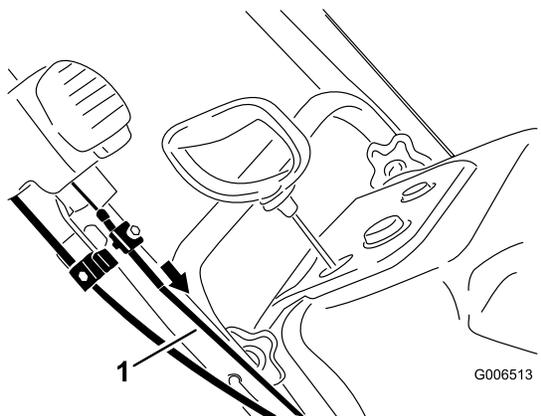

Рисунок 35
5. Потяните вперед оболочку верхнего троса так, чтобы устранить провисание троса, и затем надежно затяните винт зажима верхнего троса (Рисунок 35).